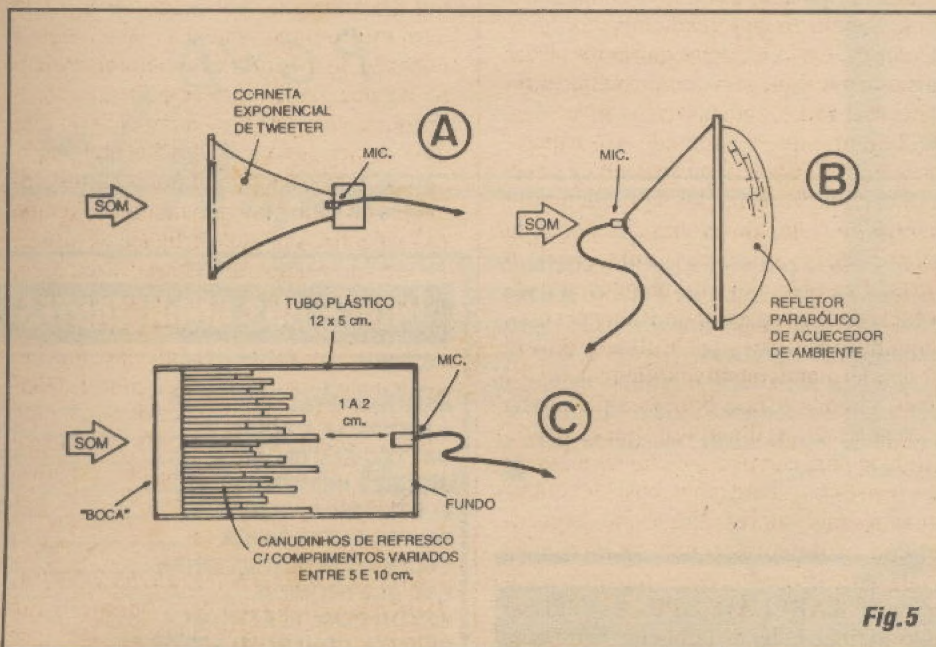

Fig. 5
- FIG. 5 - LENTES E CONCENTRADORES ACÚSTICOS... - Mesmo com o microfone do **ORELHÃO nú**, já é possível ao leitor/hobbysta experimentar a montagem e notar o tremendo ganho, a enorme sensibilidade do sistema! Por exemplo, para uma *xeretagem* em determinado ambiente, basta posicionar o circuito no local, estendendo-se o cabo dos fones no necessário comprimento (a pessoa que ouve pode estar em outro compartimento...). O ajuste do *volume* deve ser mantido no *mínimo* capaz de proporcionar a desejada audição, já que a grande sensibilidade fará com que qualquer som, por mais tênue que seja, torne-se *muito* amplificado... Mesmo ruídos ambientais que normalmente nos passam despercebidos, como o roçar dos pés das pessoas no piso, ao
Em qualquer caso, seja com microfone *nú*, seja com a adoção de alguma das três idéias de *trucagens* acústicas sugeridas na FIG. 5, é fundamental isolar bem o *corpo* do pequeno microfone de eletreto do seu substrato físico (local ou superfície à qual vá ser fixado...), caso contrário, mesmo um leve *roçar da mão* do operador sobre o conjunto, será capaz de gerar sons amplificados bastante fortes, que podem *mascarar* o que se esteja tentando captar...